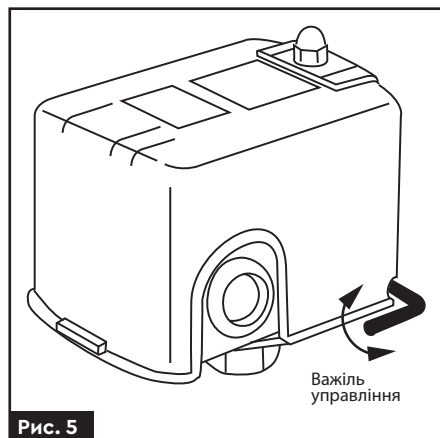

Рис. 5
2. Важіль (Рис. 5) перевірте рукою поки не ввімкнеться електродвигун.